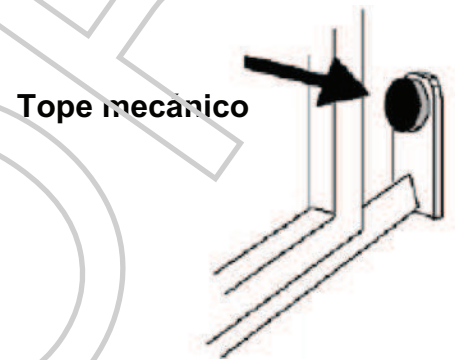
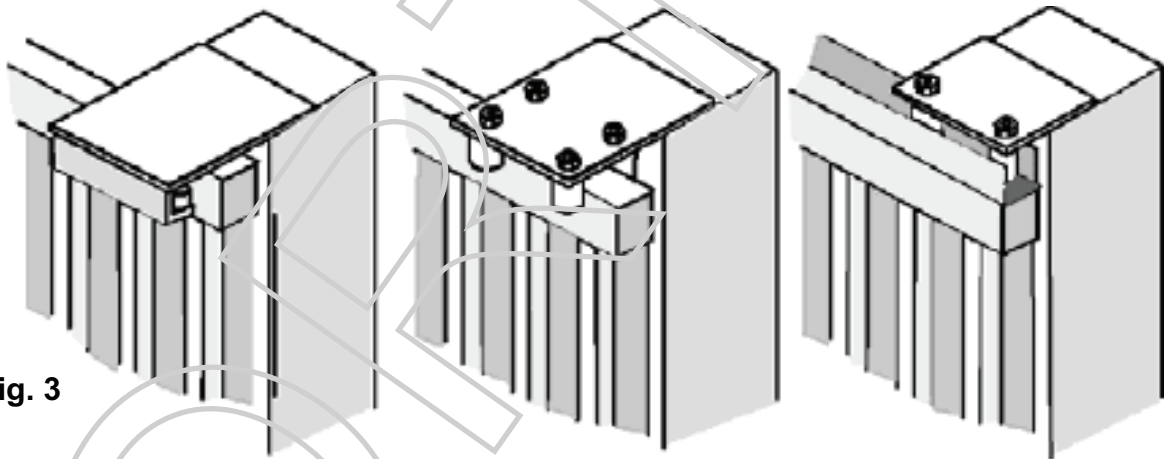

Fig. 2
Fig. 3
- Antes de proceder al montaje del automatismo controlar el buen funcionamiento de la cancela. Asimismo es conveniente verificar que la guía de desplazamiento a tierra (**Fig. 1**) no presente malformaciones, que se encuentre perfectamente nivelada y que el tope mecánico en apertura esté presente (**Fig. 2**), para evitar que la cancela salga de las guías superiores (**Fig. 3**)
Verificar que la guía de desplazamiento superior (**Fig. 3**) esté fijada firmemente y que la cancela se desplace libremente.
Posicionar el motorreductor y fijarlo con los pernos suministrados. (**Fig.2**).
Fijar firmemente la cremallera en la cancela, dejando una distancia de 2 a 3 mm. desde el piñón del motor (**Fig.3**).